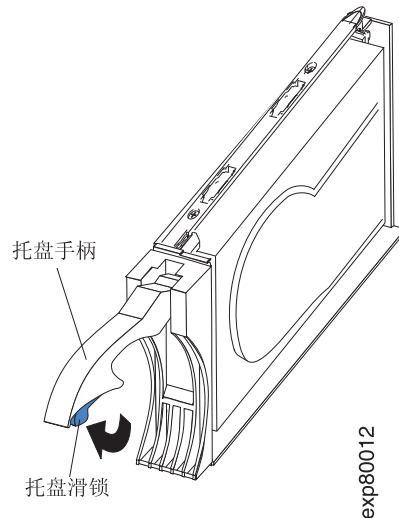

图 35. E-DDM FRU 手柄
- b. 如图 35 中所示，将托盘上的手柄拉出，使其处于打开位置。
- a. 如第 67 页的图 35 中的箭头所示，按住托盘手柄底端内侧以松开 E-DDM FRU 上的滑锁。